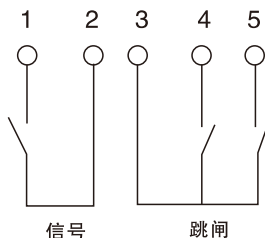

图9 信号线及跳闸线接线图
5.2.5.6按图9接好信号线及跳闸线。
6.2外型及结构 见图9